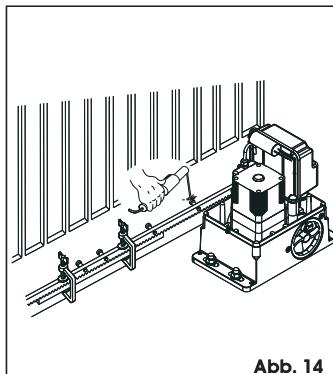

Abb. 14
- Ein weiteres Element der Zahnstange an das vorherige Element anlegen, um die Verzahnung der beiden Elemente in Phase zu bringen. Dabei wird ein Stück der Zahnstange, wie in Abb. 14 gezeigt, verwendet.